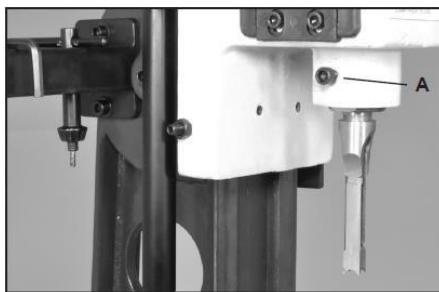

Рис. 10
- Затяните винт, чтобы зафиксировать резец. Рис. 10, А.